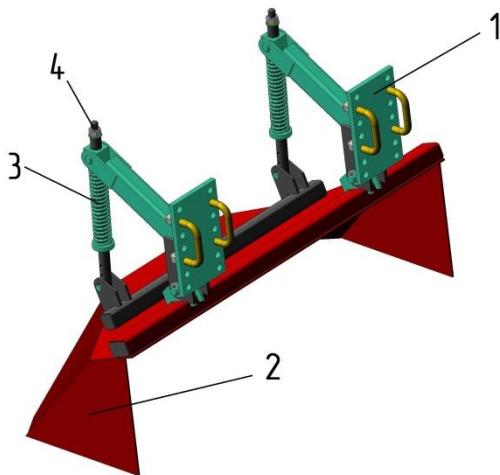

Рисунок 12 – Гребнеобразователь с подвесом (вариант поставки)
3.11 Гребнеобразователь с подвесом (рисунок 12) выравнивает гребнистость гряды с образования формы гряды. Состоит из кронштейна 1 для подвеса на центральную балку рамы, предохранительного механизма 3 и самого гребнеобразователя 2. Высота гребнеобразователя регулируется путем смещения подвеса по отверстиям в пластине кронштейна 1. Предохранительный механизм 3 прижимает гребнеобразователь к почве и гасит удары от посторонних предметов или неровностей, попадающих под гребнеобразователь. Натяжение пружины регулируется гайкой натяжной 4.